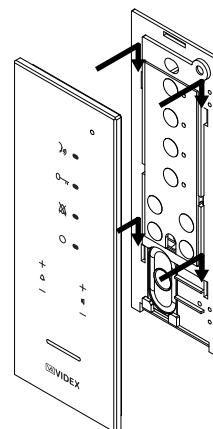

Fig. 4
4. Fissato il citofono alla scatola da incasso, avvicinare la placca frontale al videocitofono inserendo i 4 ganci nelle rispettive fessure quindi fissare la stessa spingendola verso il basso come mostrato in **Fig. 4**.